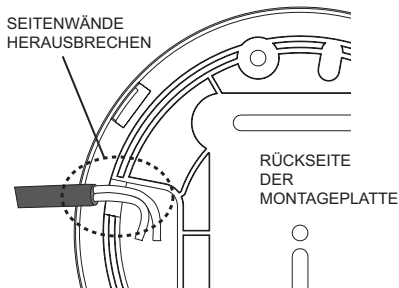

Abb.14a
3. Wenn Sie die Verkabelung entlang der Oberfläche verlegen, brechen Sie einfach die beiden Aussparungen heraus (siehe Abbildung 14a).